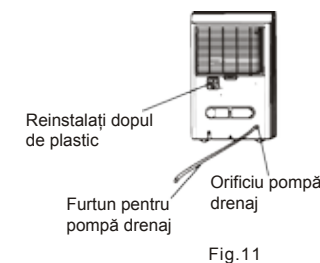

Fig. 11
- Scoateți furtunul de evacuare continuă din unitate și instalați capacul de plastic la priza continuă a furtunului de evacuare al unității prin rotație în sensul acelor de ceasornic. (Vezi Fig. 11)
- Reintroduceți furtunul de evacuare a pompei la priza furtunului de evacuare a pompei de adâncime de 15mm, cel puțin (vezi Fig. 11), apoi duceți furtunul de apă la scurgerea de la podea sau o instalație de drenaj adecvat.